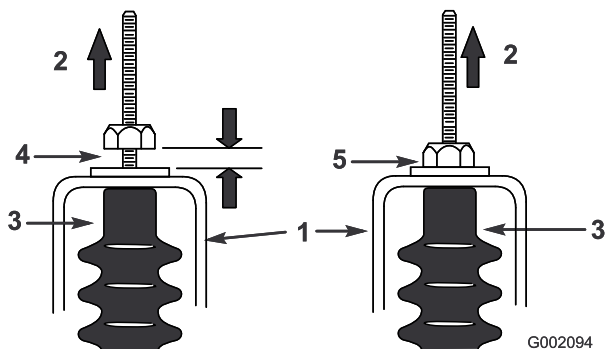

図 68
5. それぞれのシフトケーブルを引っ張って、ナットワッシャとニュートラルブラケットとの間に 0.76-1.52 mm のすきまがあることを確認する 図 68。